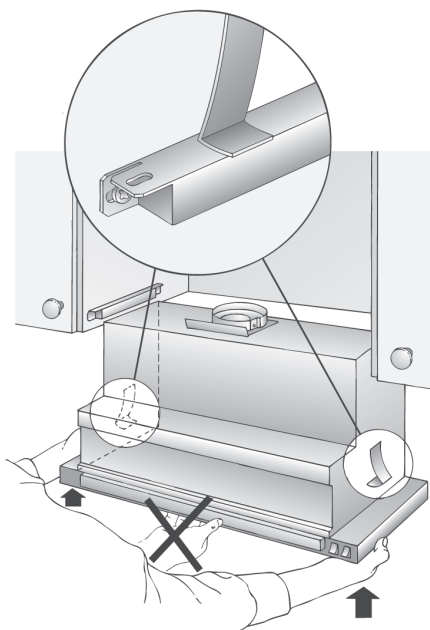

Рис. 13
9. При необходимости уменьшите перекрытие стены до необходимого размера (например, отпилите) и укрепите основной шкаф (рис. 13).